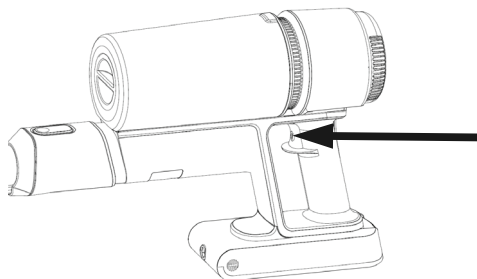
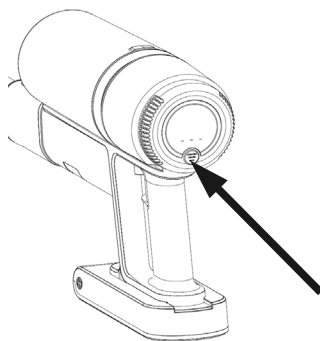

Рис. 10
Рис. 11
- Нажмите кнопку «ВКЛ./ВЫКЛ.» на корпусе прибора (Рис. 10). Используйте кнопку переключения мощности на дисплее, чтобы настроить силу всасывания (Рис. 11).